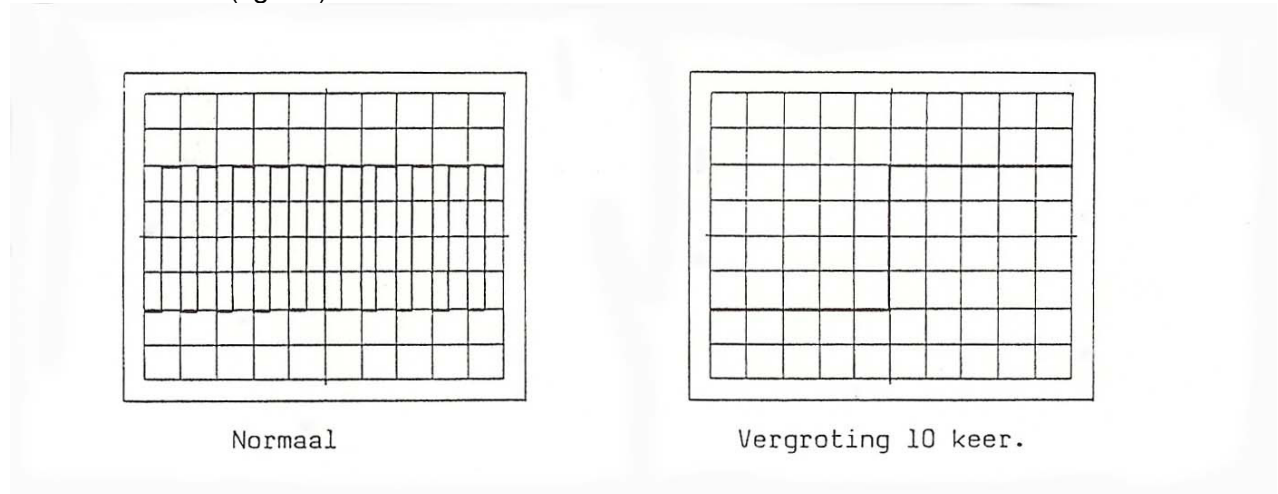

fig. 19
De versterker heeft tot taak de zaagtandspanning tot de juiste waarde te versterken (ca. 200 Vtt). Deze spanning hebben we nodig om een lijn over de volle breedte van het scherm te verkrijgen. In deze versterker zijn tevens de "PULL X 10 MAG" (25) ondergebracht. Met behulp van de "POSITION" kunnen we de lijn (signaal) in horizontale richting verschuiven. De "PULL X 10 MAG" zorgt voor een extra 10 maal versterking in de X-versterker. Hierdoor vergroten we het signaal in horizontale richting 10 maal zonder dat de "TIME/DIV" schakelaar wordt verdraaid. (fig. 19).